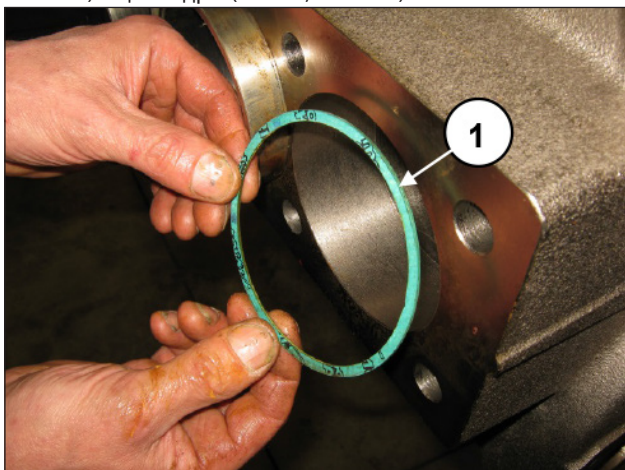
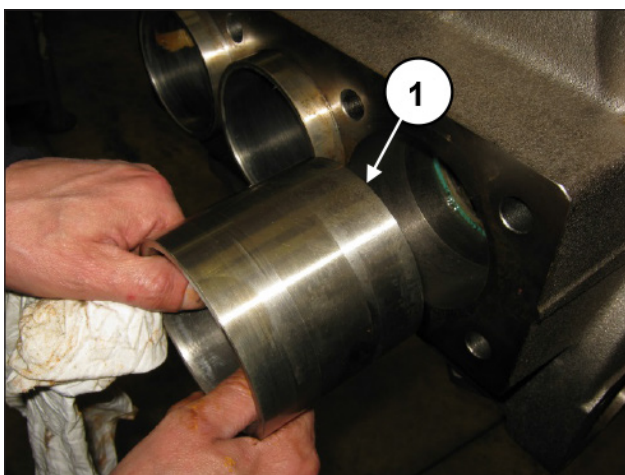

Рис. 135
Рис. 136
Вставьте в гнездо цилиндра на торце уплотнения (поз. ①, Рис. 135) и цилиндры (поз. ①, Рис. 136).